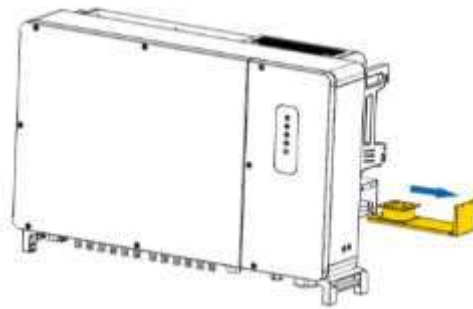

Fig. 6-2 Extraiga el modulo de ventilador
2. Retire el módulo del ventilador, limpie los ventiladores con cepillo suave o aspiradora, y reemplácelos cuando sea necesario (Fig. 6-2).